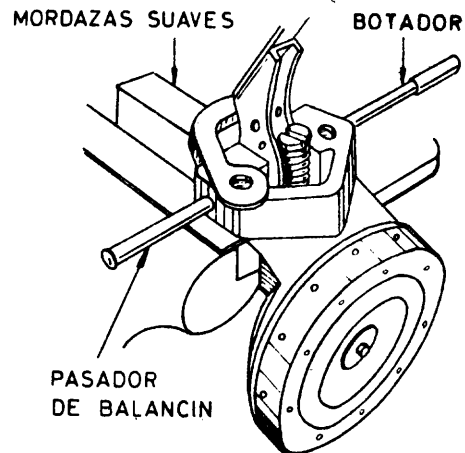

Fig. 4
- c Retire el pasador y saque la palanca, el balancín de accionamiento (fig.4) y el resorte del balancín.